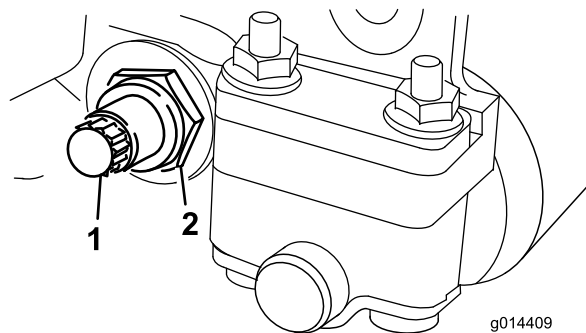
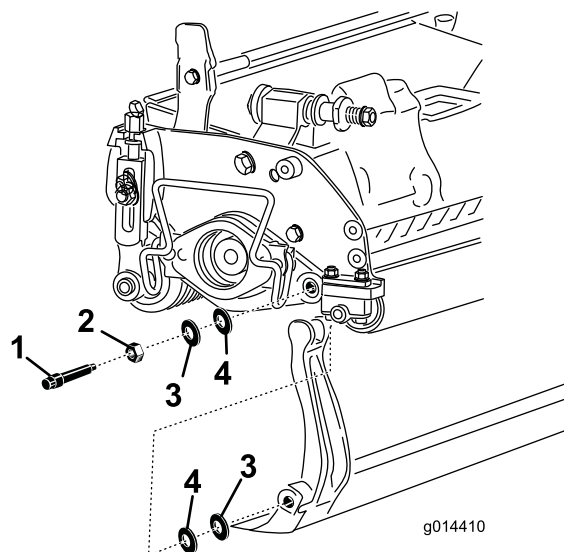

Figura 14
Figura 15
3. Desaperte a porca de bloqueio que segura a cavilha da barra de apoio, em cada um dos lados da máquina (Figura 14).
4. Remova cada uma das cavilhas da barra de apoio, de modo a permitir puxá-la e retirá-la da máquina (Figura 14). Guarde as duas anilhas de nylon e a anilha de aço prensado de cada uma das extremidades da barra de apoio (Figura 15).
2. Fixe a barra de apoio a cada um dos lados da placa lateral com as cavilhas (porcas flangeadas nas cavilhas) e com as 4 arruelas (8 no total). Coloque uma arruela de nylon de cada lado da placa lateral. Coloque uma arruela de aço no exterior de cada uma das arruelas de nylon (Figura 15).